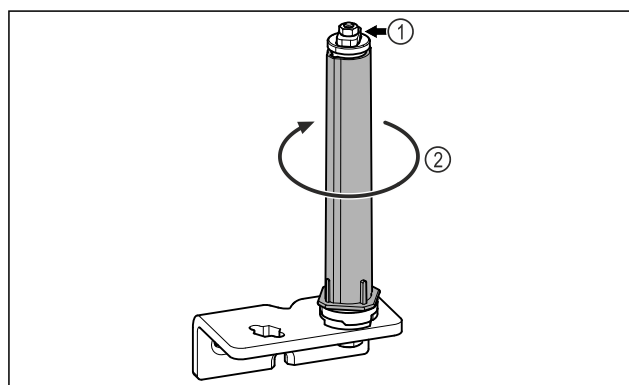

Fig. 22
- ▶ Systemu blokującego drzwi Fig. 22 (1) nie należy demonstrować.
- ▶ System blokujący Fig. 22 (2) obrócić do momentu, aż kliknie.